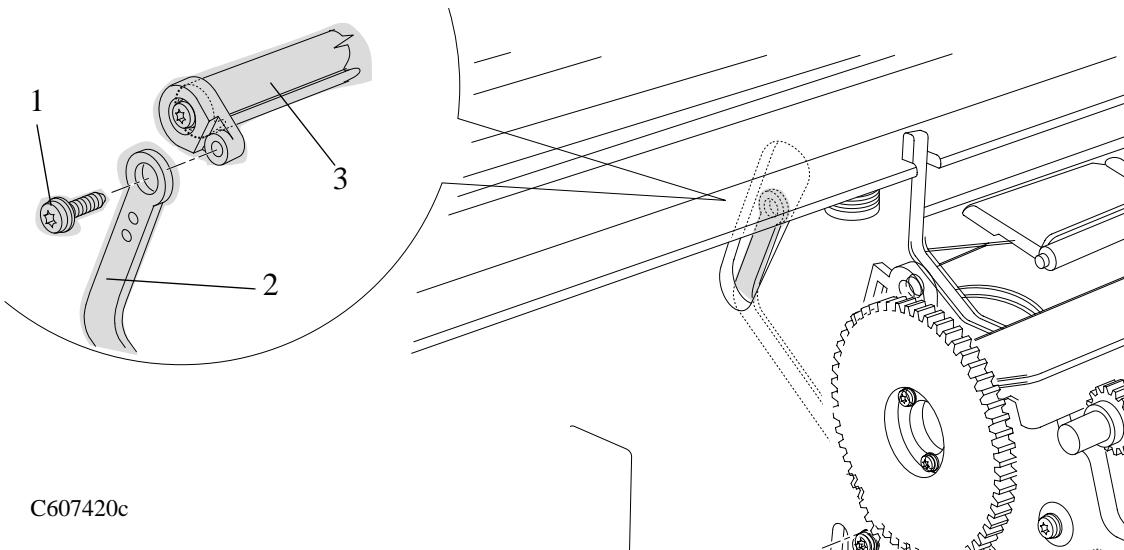

図 70 : リンケージロッド
- 3 リンケージロッド(部品2)とピンチホイールカム(部品3)からT-10のネジ(部品1)を取り外します(図70参照)。**